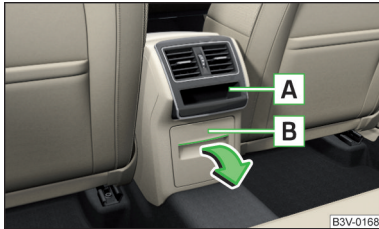

Abb. 98
In der Mittelkonsole hinten befindet sich ausstattungsabhängig ein offenes Ablagefach **A** sowie ein abschließbares Ablagefach **B** » Abb. 98.
- Zum **Öffnen** des Ablagefachs **B** am Oberteil der Vertiefung ziehen und das Fach in Pfeilrichtung aufklappen » Abb. 98.